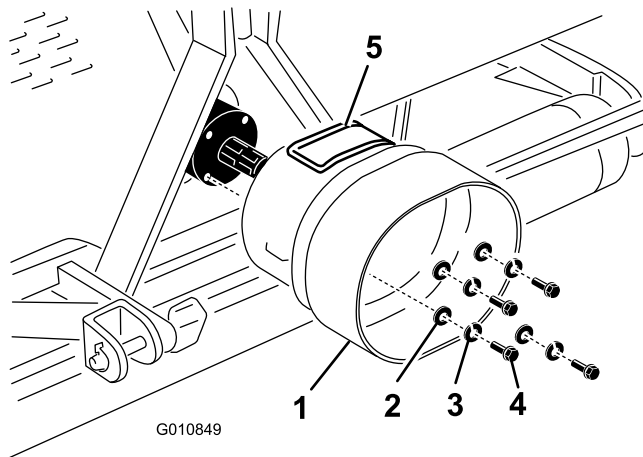

Figura 16
1. Retire los 4 pernos, las arandelas de freno y las arandelas planas que están sujetas a la parte trasera de la caja de engranajes del aireador (Figura 16).
2. Monte el protector de la toma de fuerza en la caja de engranajes del aireador con los herrajes que retiró anteriormente (Figura 16). Al montar el protector de la toma de fuerza, asegúrese de que el panel de acceso (Figura 16) está posicionado en la parte superior o lateral, dependiendo de la configuración del bastidor del aireador.
Nota: El panel de acceso (Figura 16) puede abrirse para facilitar el desmontaje y la instalación de los herrajes de montaje del árbol de la toma de fuerza.